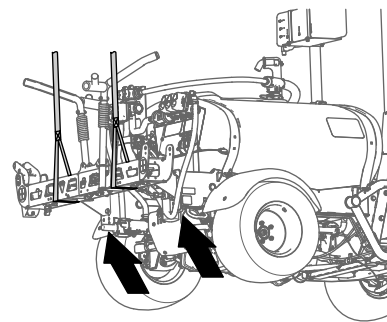

Рисунок 43
2. Поддерживайте среднюю секцию опрыскивателя при помощи подъемного оборудования с указанной грузоподъемностью (Рисунок 43).